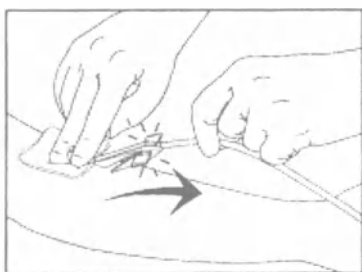

Рисунок 04
- Чтобы извлечь фистульную канюлю, крепко возьмитесь за трубку после зажима-протектора и вынимайте ее без остановки, сохраняя угол наклона канюли до момента фиксации крылышек, о чем будет свидетельствовать звуковой и тактильный «щелчок». См. рисунок 04: